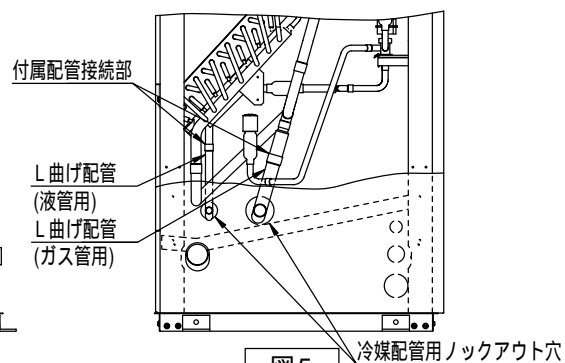

図5
- (5) 図5・図6に示すとおり、付属配管・現地配管を前面からロウ付接続を行ってください。
現地配管接続部 図6 付属配管接続部 図5